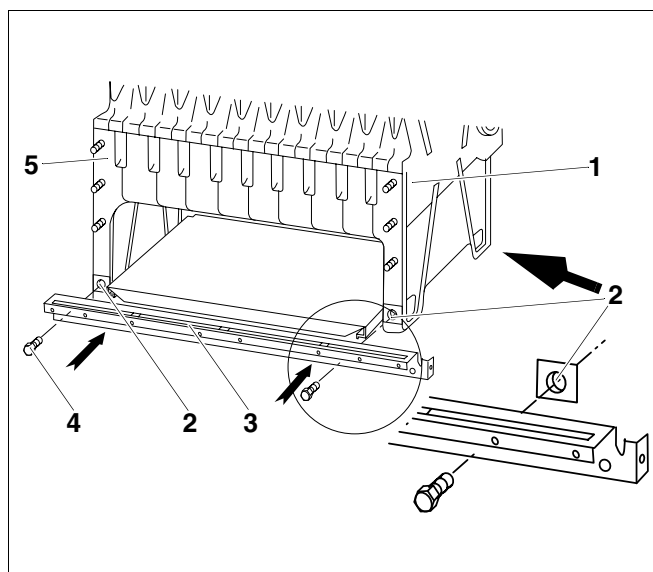

Fig. 40 Montarea soclului longitudinal
Săgeata prezintă fig. 40 partea frontală a blocului de cazan.
Trebuie să montați soclul longitudinal în așa fel încât partea pliată să se afle pe partea frontală a cazanului de încălzire. Soclul longitudinal se află pe partea frontală a cazanului de încălzire (racord pe partea de apă) mai mult decât pe partea din spate a cazanului de încălzire (vezi. fig. 40).
- Se introduc piulițele M8 (fig. 40, **poz. 2**) la picioarele elementilor de cazan (elementilor finali (fig. 40, **poz. 1** și fig. 40, **poz. 5**).
- Soclul longitudinal (fig. 40, **poz. 3**) se înșurubează ușor la elementii finali (fig. 40, **poz. 1** și fig. 40, **poz. 5**) cu șuruburile cu cap hexagonal M8 x 35 (fig. 40, **poz. 4**).